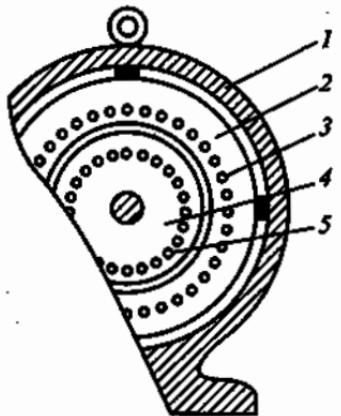

Рис. 216
9.4. Какая из частей асинхронного двигателя на рис. 216 не может быть изготовленена из указанных материалов?